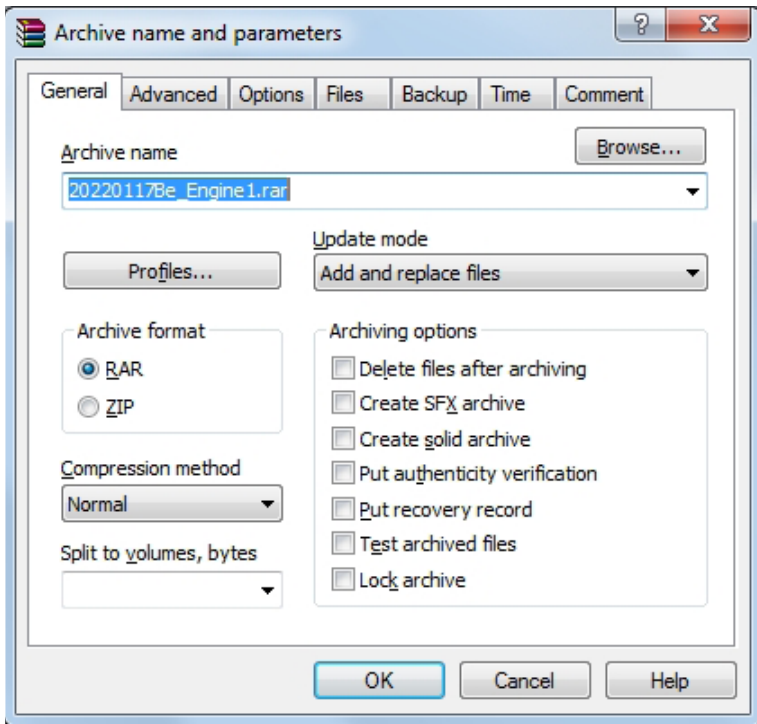

图 6.3. “WinRAR” 压缩软件截图
- 3) 单击“确定”（见图6.3），\*.log数据文件将被自动压缩，并创建一个具有相同前缀文件名的\*.rar新文件。